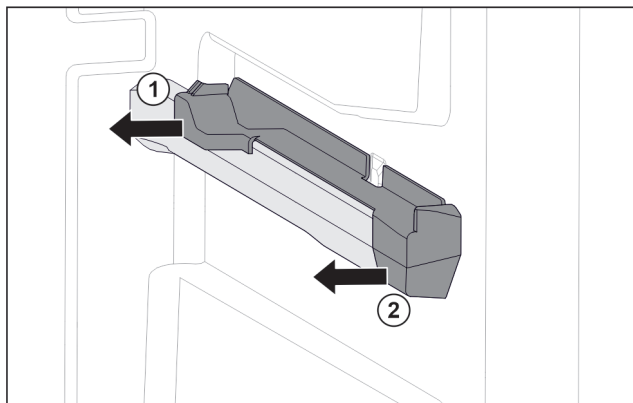

Fig. 96 Вставна частина на правому ребрі для резервуару
- ▶ Відсунути вставну частину назад вбік. Fig. 96 (1)
- ▶ Відсунути вставну частину вперед вбік. Fig. 96 (2)